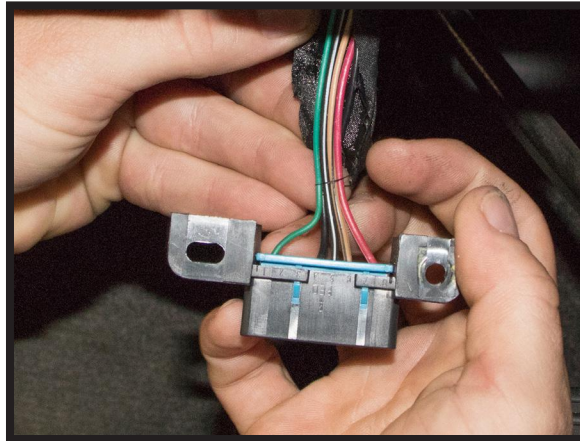

FIGURE 80
5. TRIM BACK THE PLUG HARNESS SHEATH. (FIGURE 80)